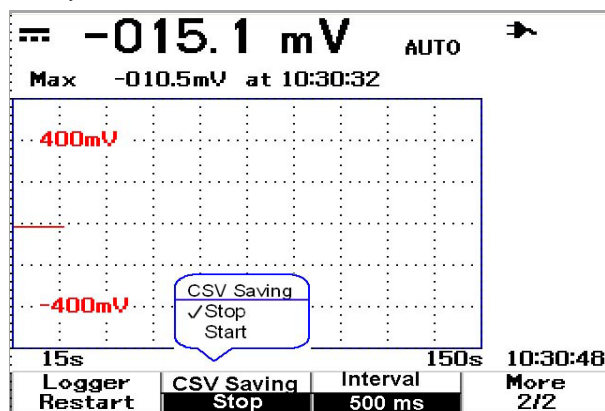

Figura 5-3 Attivazione della funzione di salvataggio in CSV
- 3 Per attivare la funzione di salvataggio in formato CSV, premere F2 per passare dall'opzione Start all'opzione Stop e viceversa (fare riferimento alla Figura 5-3). È possibile salvare fino a 500 kilobyte di dati.